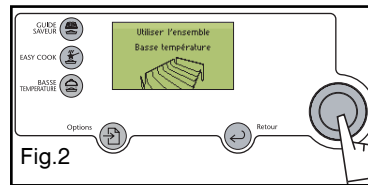

Fig.2
- l'ensemble casserolier basse température sera préconisé selon la cuisson : (fig 2).